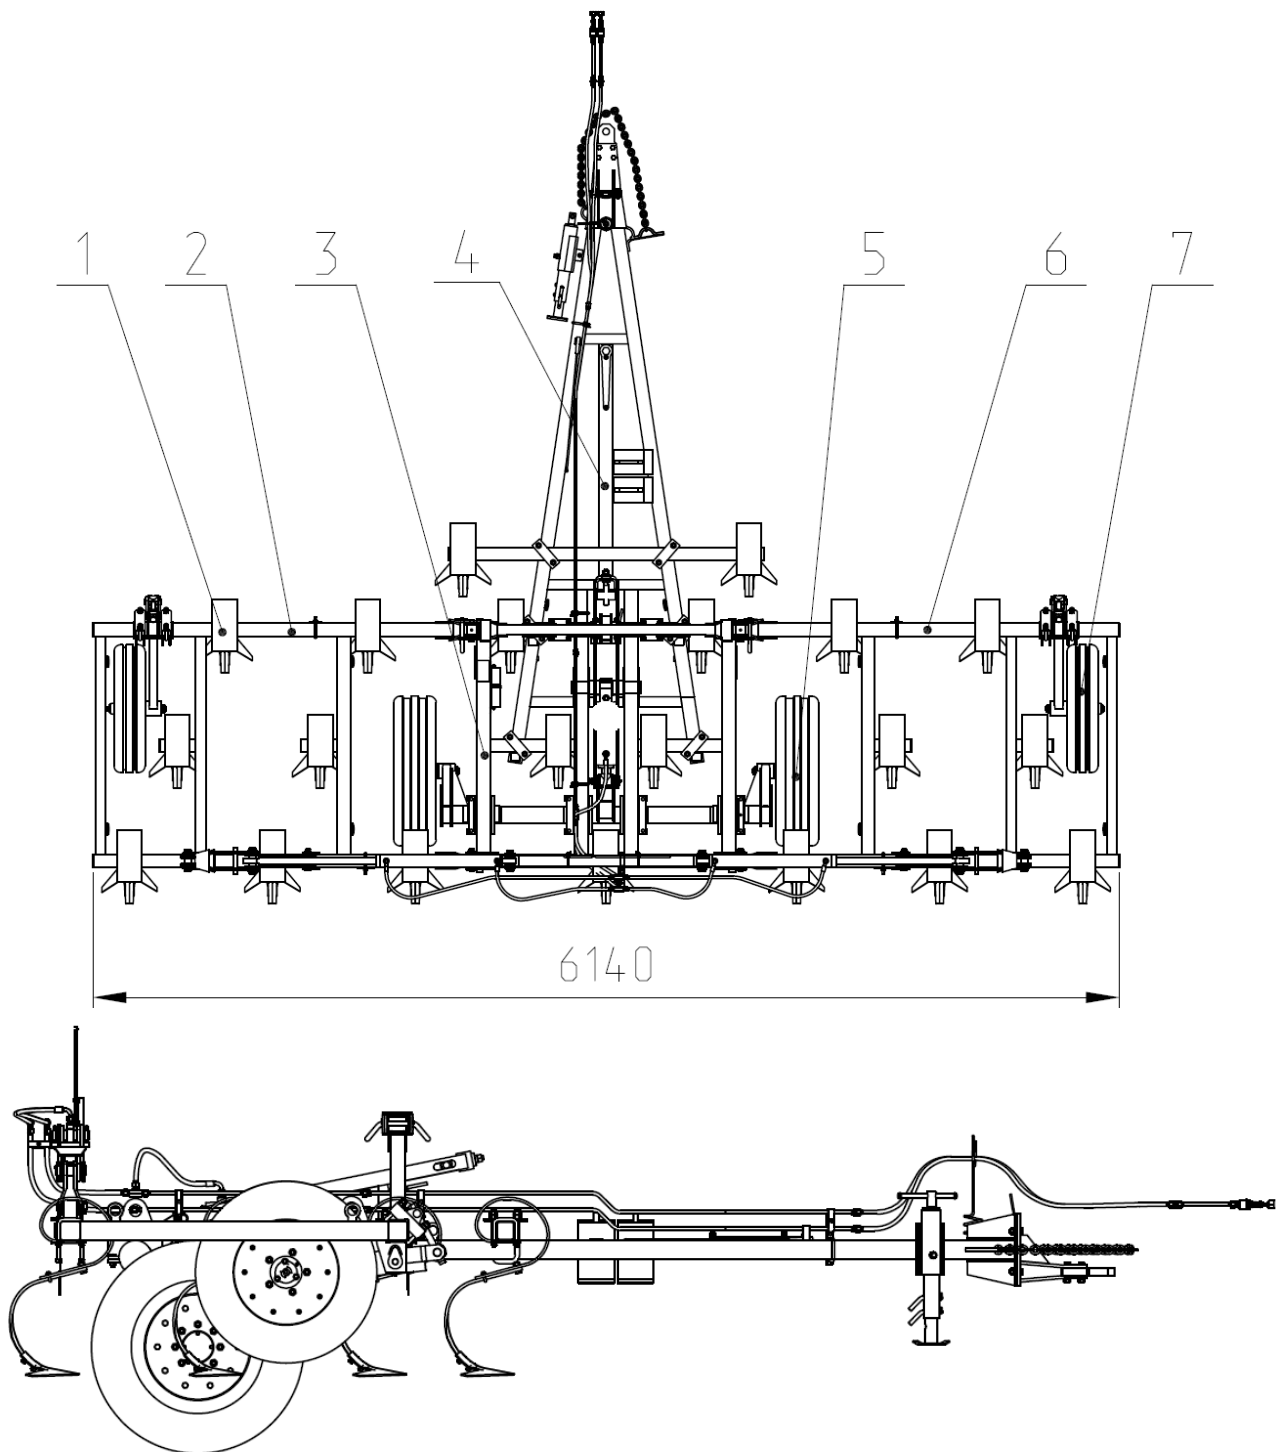

Рис.1 Культиватор КСП-6-01
2.1 Культиватор (Рис.1,1а) представляет широкозахватную прицепную машину с шарнирно-секционной рамой, с трехрядным расположением рабочих органов.
Рис.1а Культиватор КСП-6
2.2 Культиватор (рис.1, 1а) агрегируется за прицепное устройство трактора посредством сниги 4, на пневматических шинах колесной пары 5.